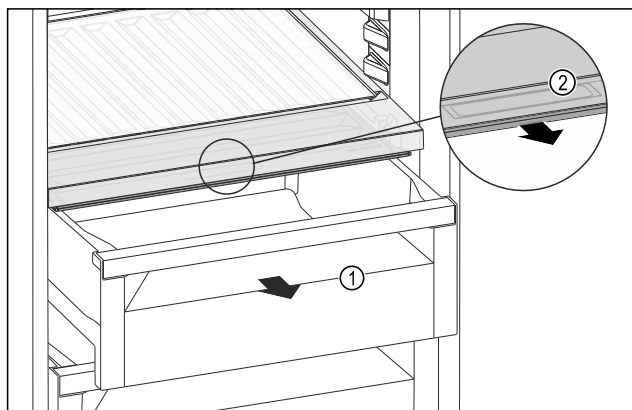

Fig. 189
- Vytiahnite zásuvku Fig. 189 (1).
- Uchopte priehlbínu na rukoväť Fig. 189 (2) na veko zásuvky a súčasne ťahajte veko zásuvky dopredu.